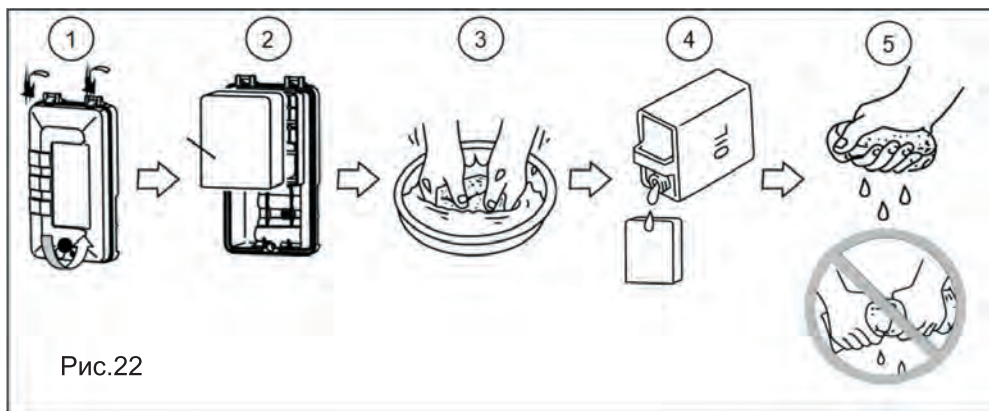

Рис.22
1. Снимите крышку воздушного фильтра, открутив винт крепления крышки (рис.22)